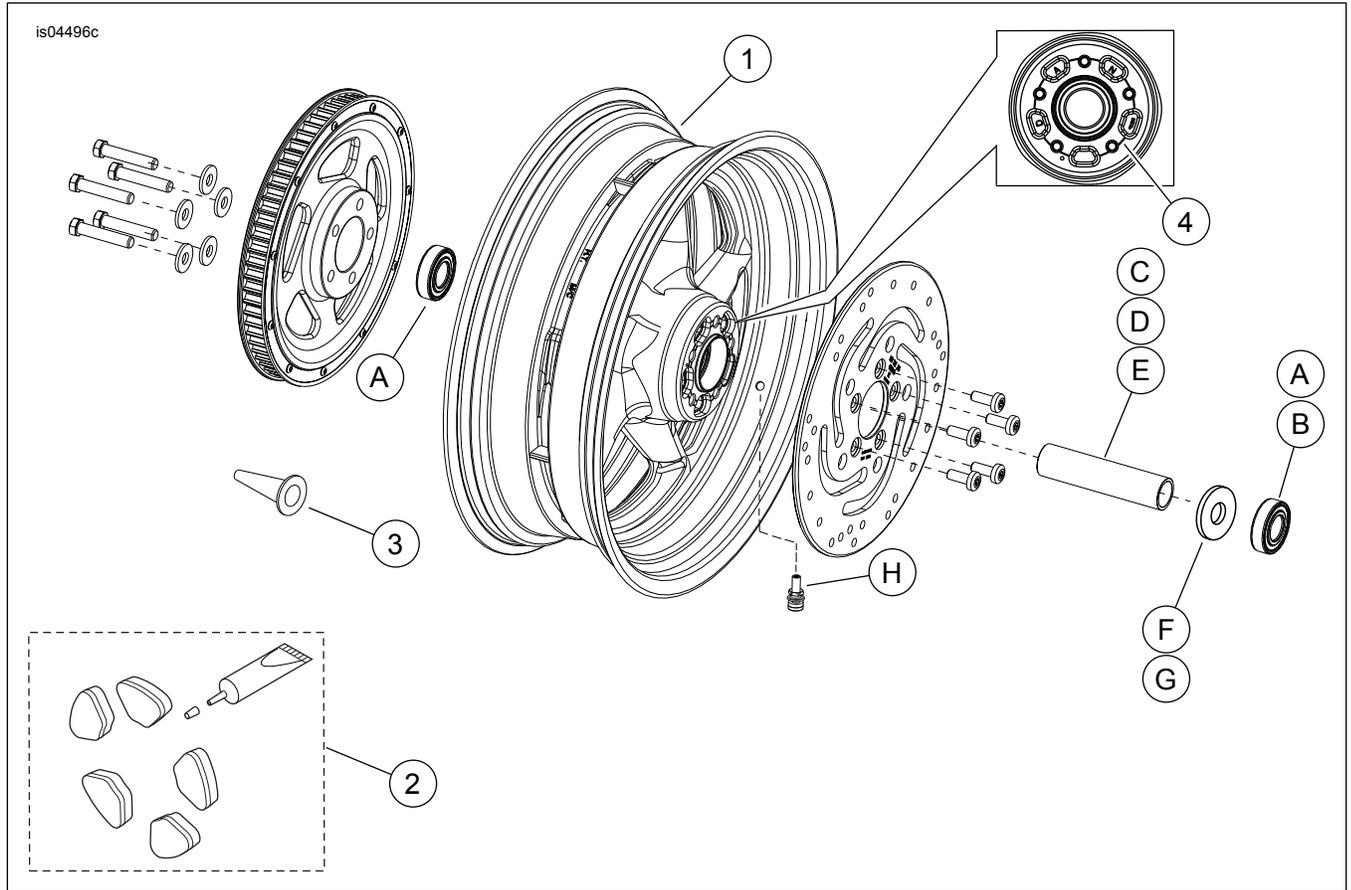

Abbildung 1. Ersatzteile: „Reaper“-Hinterrad
Siehe Abbildung 1. und Siehe Tabelle 2.
2. Siehe Abbildung 1. Die Ventilschaft-Baugruppe (H) gemäß den Anweisungen im Werkstatthandbuch am Rad einbauen.